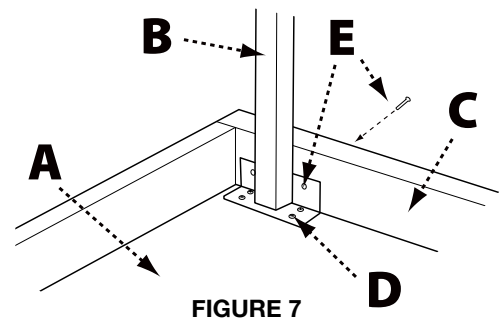
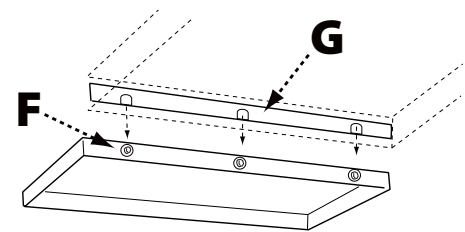
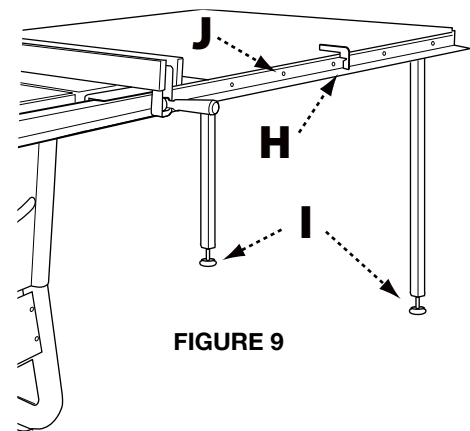

FIGURE 7
FIGURE 8
FIGURE 9
1. Placer la table en bois (A) sens dessus dessous sur le sol ou un banc.
2. Placer les pieds (B) dans les coins tel illustré (fig 7), la paroi verticale de la plaque d'angle devant être contre la jupe en bois d'extrémité (C) de la table.
3. Fixer les pieds au panneau de table à l'aide de (8) #8 x 5/8" vis auto taraudeuses (D).
4. Utiliser une mèche de 1/4" pour percer avec soin au travers des trous de la plaque d'angle verticale des trous dans la jupe de la table en bois. Placer de l'extérieur les vis #10 x 1 3/4" (E) dans les orifices percés, puis assembler les rondelles et écrous #10 sur les vis et serrer.
5. Placer sans les serrer les vis (3) 5/16-18 x 7/8", rondelles et écrous (F) dans les trois trous sur le côté de la rallonge extensible tel illustré (fig 8).
6. Faire descendre avec soin le support angulaire de la table (G) de sorte que les rainures coïncident avec les vis de la rallonge extensible. Serrer les vis une fois la table en bois à niveau avec la rallonge extensible.
7. Utiliser la jauge d'alignement du rail (H) pour régler les pieds (I) de sorte que le sommet de la table est à une distance appropriée du rail.
8. Percer des trous de 1/4" au travers des trous des rails avant et arrière (J) dans la table en bois (fig 9).
2. Le couteau diviseur est installé dans la position de coupe basse, non traversante. Pour fixer les doigts anti-retour et les ensembles protège-lame, le couteau diviseur doit être en position relevée, comme indiqué sur la Figure 9. Pour lever et abaisser le couteau diviseur, voir Réglages de la hauteur du couteau diviseur à la page 50.